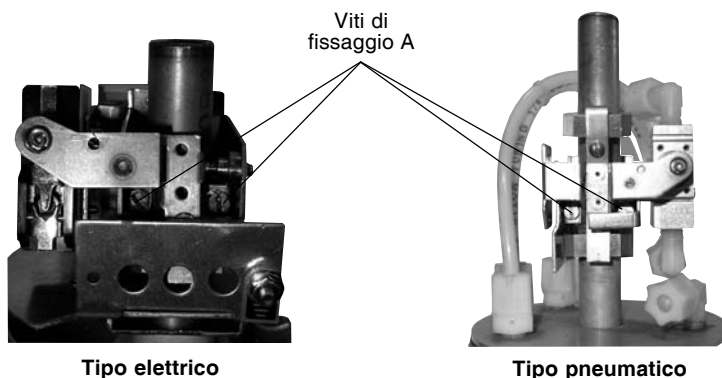

Fig. 6 - Meccanismo interruttore elettrico e pneumatico
- 2 - Allentare le 2 viti di fissaggio "A" del meccanismo al pozzetto (vedi fig. 6 tipo elettrico) e sfilare il meccanismo interruttore dal pozzetto amagnetico.
- 2 - Allentare le 2 viti di fissaggio "A" del meccanismo al pozzetto (vedi fig. 6 tipo pneumatico) e sfilare il meccanismo interruttore dal pozzetto amagnetico.